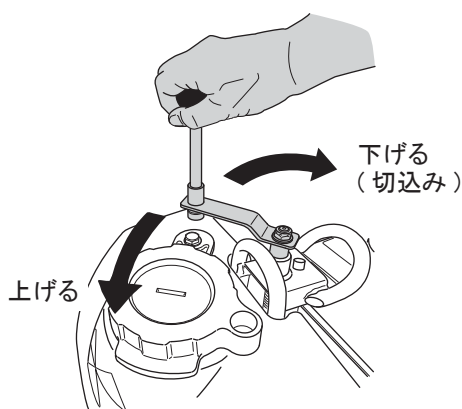

図 11
2. 機体を下げる(切込み時)は昇降ハンドルを時計(右)方向に回します。機体を上げる時は、昇降ハンドルを反時計(左)方向に回します。(図11)